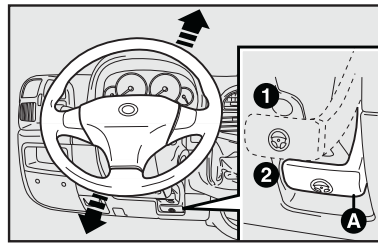

fig. 8
**1** - Deslocar a alavanca **A-fig. 8** para a posição **1**.